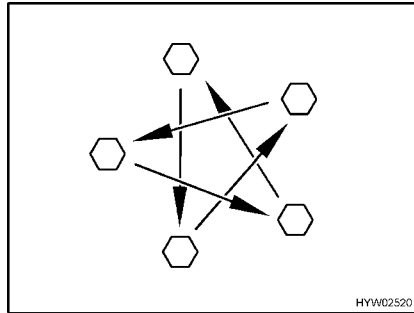

Fig. 298 Apretar las tuercas o los tornillos de las ruedas en forma de cruz
- Comprobar periódicamente que las tuercas o tornillos de las ruedas estén firmemente apretados. Volver a apretar las tuercas de rueda o los tornillos de rueda de una rueda cambiada después de 50 km (Fig. 298). Par de apriete, véase apartado 14.5.2.
- Al utilizar llantas nuevas o recién pintadas, reajustar además las tuercas o tornillos después de 1 000 a 5 000 km aprox (Fig. 298).
- ▷ Apretar en forma de cruz las tuercas o los tornillos de las ruedas (Fig. 298).